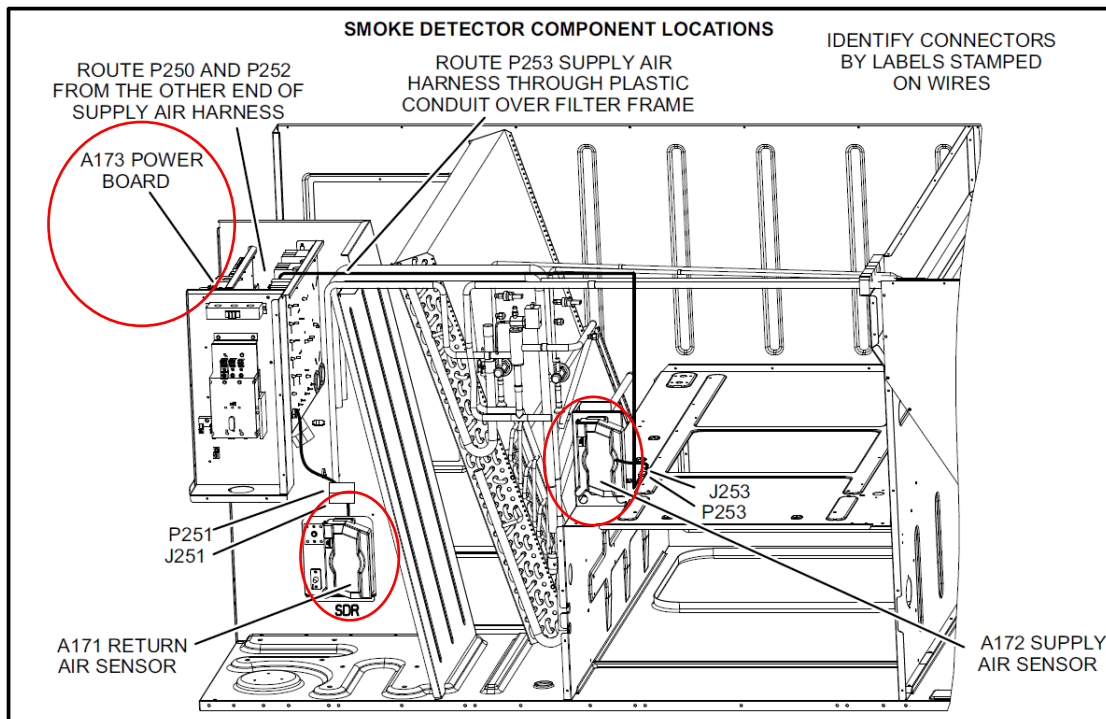

Figure 1. Emplacement des composantes de détection de fumée
- a. Se référer au manuel d'installation des détecteurs de fumée D4P120 & D4S – 506437 ou à la Figure 1 ci-dessous pour l'emplacement approximatif des composantes.